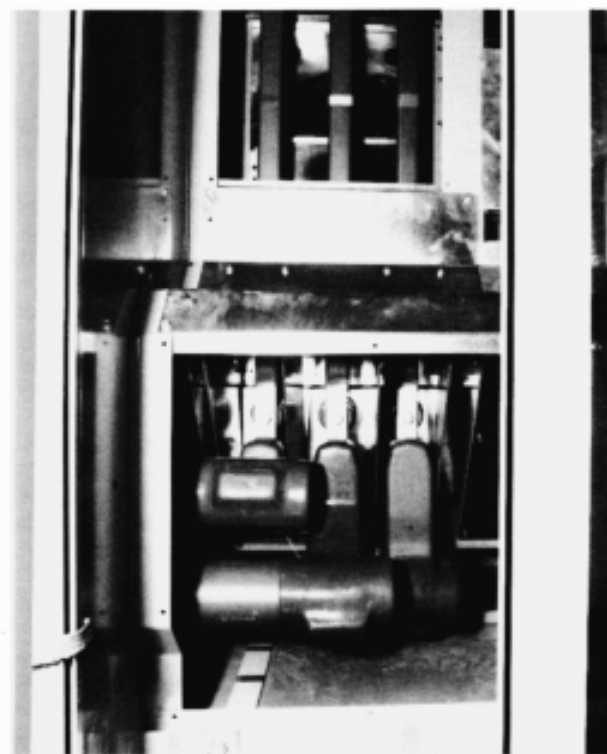

Fig. 17 Protezione isolante delle giunzioni (sbarre in tubo)
- Far combaciare gli elementi di sbarra d'accoppiamento (3) alle sbarre principali alle sezioni già installate.
- Bloccare la sbarra con le viti (1), le rondelle piane (2) ed elastiche (5) e il blocco di rame argentato (4).
- Se le sbarre sono rivestite, installare le protezioni isolanti (fig. 17).
- Match the coupling busbar elements (3) with the main busbars at the sections which have already been installed.
- Lock the busbar with the screws (1), the flat washers (2) and the spring washers (5) and the block of silver-plated copper (4).
- If the busbars are covered, install the insulating protections (fig. 17).